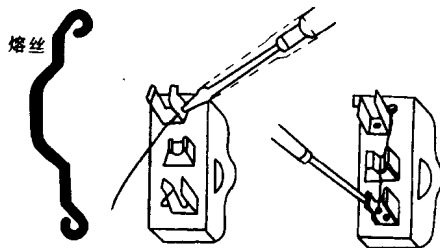

图 1.1.3 熔丝安装图
(3) 在熔断器瓷插盖上安装熔丝。先旋松瓷插盖上的动触头上的螺钉, 在螺钉上加一个平垫圈, 将选好的熔丝一端按顺时针方向弯过一圈绕在螺钉上, 再旋紧螺钉, 以保证良好接触。把熔丝顺着槽放入, 槽两旁的熔丝应凹下, 以防插入时, 被瓷底座上的凸背切断。熔丝另一端也按顺时针方向弯过一圈绕在另一动触头的螺钉上, 旋紧螺钉。因熔丝质地较软, 因此在操作过程中要注意防止压伤或压断熔丝。熔丝安装如图 1.1.3 所示。